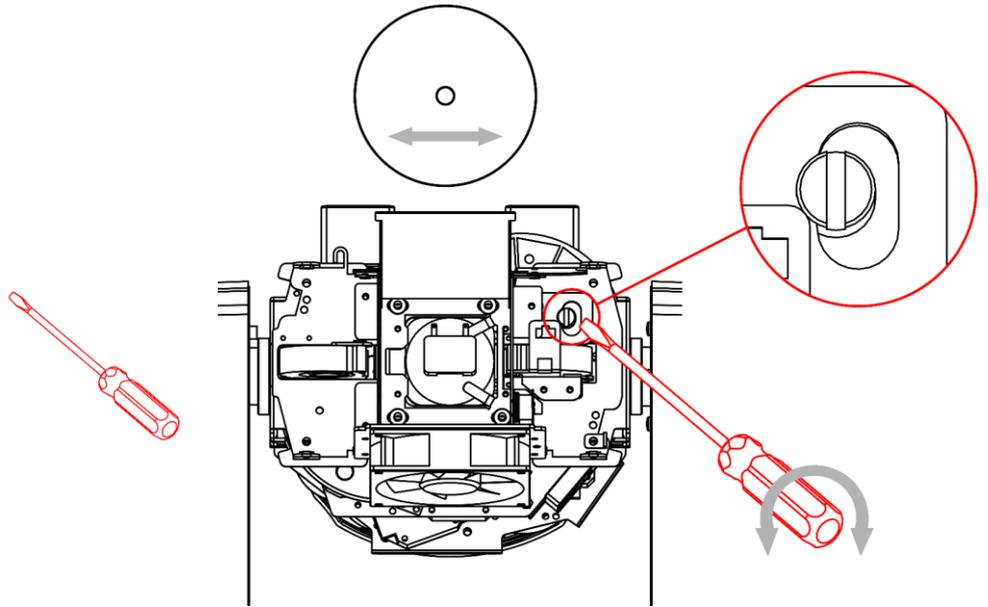

Abb. 24
- 03) Drehen Sie die Einstellschraube mit einem Flachkopfschraubendreher im Uhrzeigersinn, um den Hotspot nach links zu verschieben, oder gegen den Uhrzeigersinn, um ihn nach rechts zu verschieben (Abb. 24).